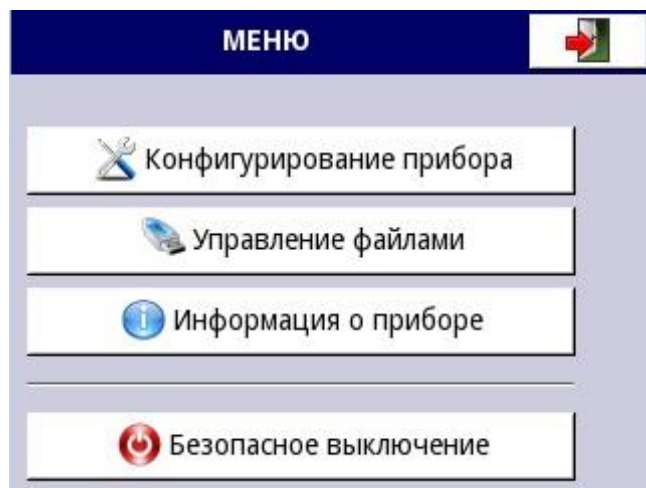

Рисунок 2.30
2.9.1. Вход в главное меню прибора (см. рисунок 2.30) осуществляется нажатием кнопки [MENU] на панели навигации (см. п. 2.7.3 «Панель навигации»). Это меню позволяет пользователю выбрать режим обмена с прибором: «Конфигурирование» – «Управление файлами» – «Информация о приборе» – «Безопасное выключение».